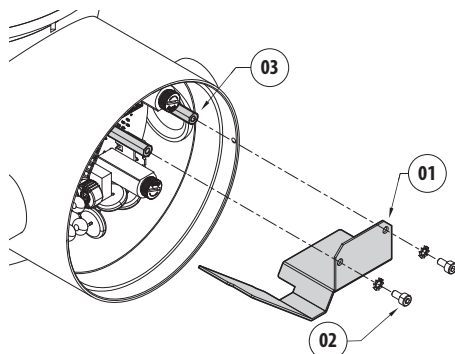
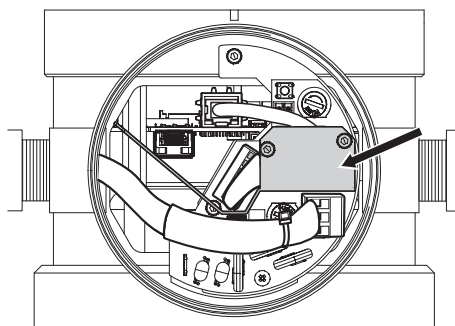

Fig. 17
Fig. 18
Fixe a barreira (01) com os parafusos e as arruelas (02) que acompanham o produto nos espaçadores pré-dispostos (03) (Fig. 17, página 27 e Fig. 18, página 27).